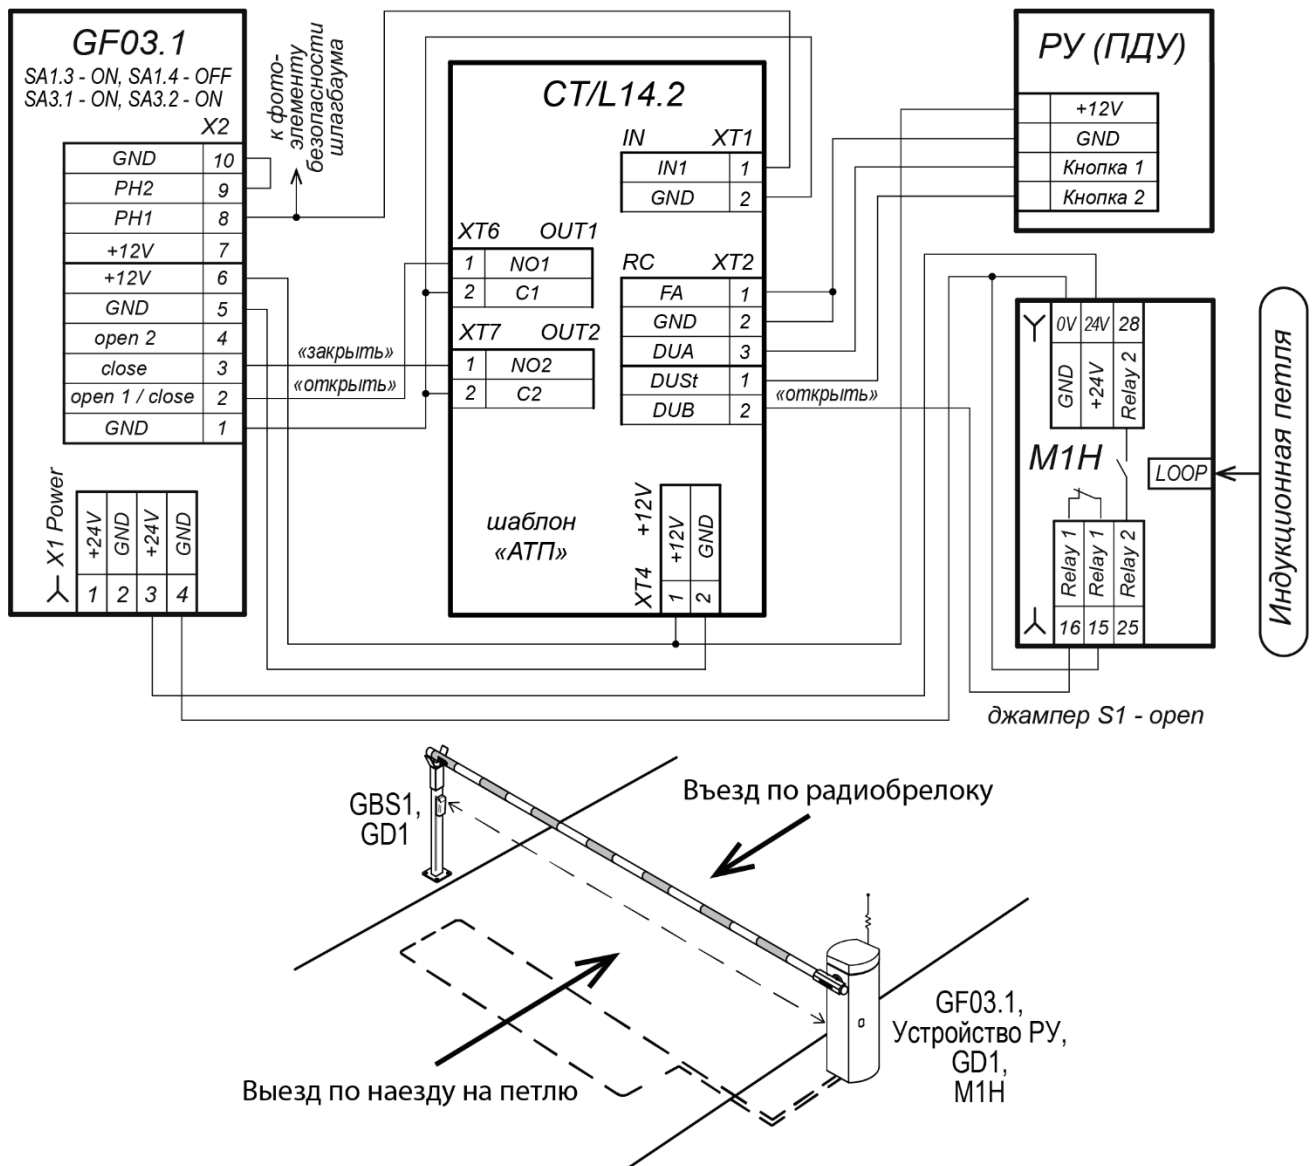

Рисунок 18. Вариант схемы подключения датчика индукционной петли для управления шлагбаумом с двусторонним проездом
1. Снимите дверцу (2), открыв замок ключом.
2. На приводе стрелы переведите рычаг (13) в нижнее положение (см. рис. 18).